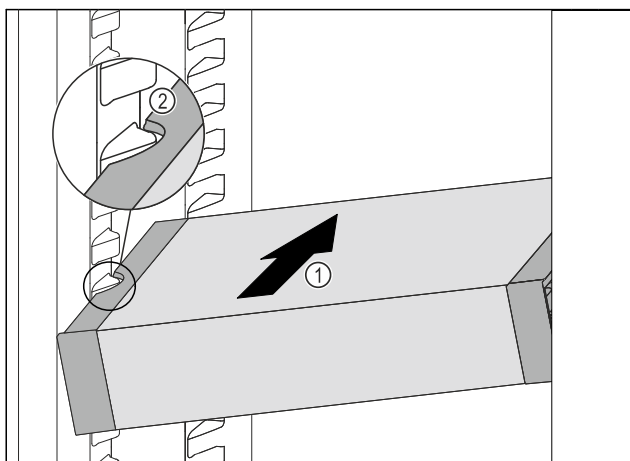

Fig. 239
- Вставити висувний ящик VarioSafe під кутом в охолоджувальне відділення Fig. 239 (1), доки бокові поглиблення Fig. 239 (2) VarioSafe не будуть розташовуватися на рівні ребра для ємності в охолоджувальному відділенні.